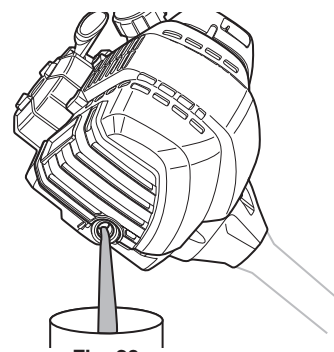

Fig. 20
3. Faites basculer l'appareil verticalement pour déverser l'huile de l'orifice de remplissage dans un récipient (Fig. 20). Prévoyez suffisamment de temps pour une vidange complète.